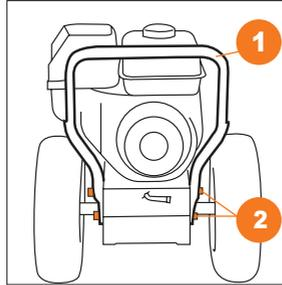

Рис. 5
- Закрепите нижнюю часть рукоятки **1** к корпусу снегоуборщика с помощью четырех болтов и шайб **2** (для **S 6560** и **7565**) (Рис. 5).